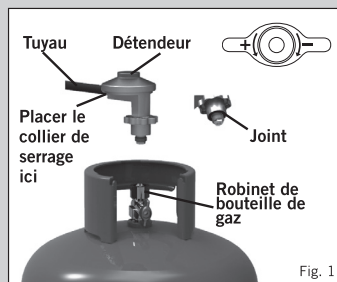

Fig. 1
- Lors du remplacement de la bouteille de gaz, fermer le robinet de la bouteille et le robinet de l'appareil (voir fig. 1 et 2). Assurez-vous que la flamme est éteinte et dévissez le détendeur. Remonter une bouteille de gaz pleine en suivant les mêmes précautions que celles décrites ci-dessus.